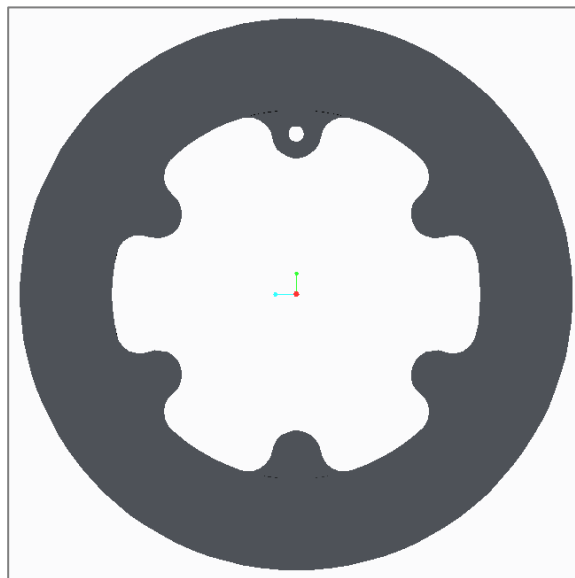

Fig.24 穴無しモデル
17. チェックボタンを押してパターンツールを終了すると、Fig.24のように穴の無いモデルが作成される。